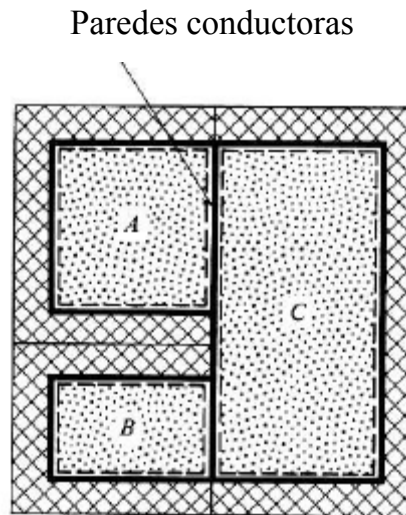

Figura 1.4 Sistemas termodinámicos en equilibrio térmico.
➔ Pone en juego tres sistemas, como lo muestra esquemáticamente la Figura 1.4.
1.2.3 La temperatura: *“Esta magnitud, de símbolo T , es la única magnitud común a los tres sistemas A , B y C de la Figura 1.4”.*